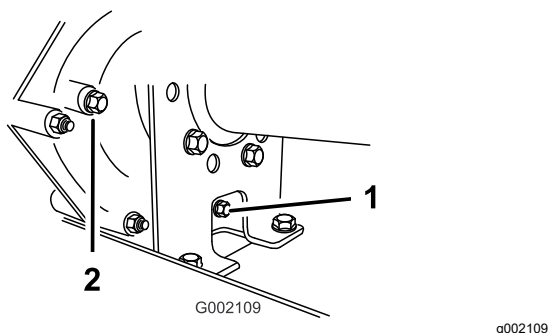
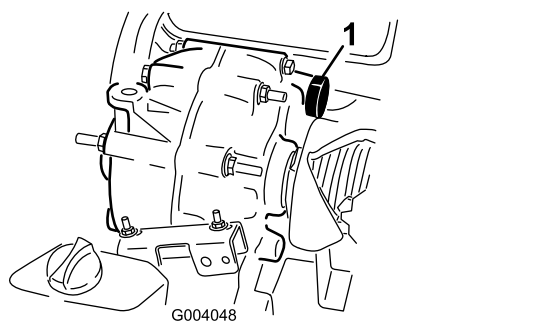

Figura 56
Figura 57
2. tergeți zona din jurul buoanelor de umplere și de golire cu o lavetă (Figura 56).
4. Îndepărtați bușonul de umplere rotindu-l în sens invers acelor de ceasornic (Figura 56).
5. Îndepărtați bușonul de golire rotindu-l în sens invers acelor de ceasornic (Figura 56).
6. Montați și strângeți buonul de golire și garnitura în orificiul buonului de golire al transmisiei (Figura 56).
7. Umpleți rezervorul (Figura 57) prin orificiul de umplere cu aproximativ 1,4 l din lichidul specificat sau până când nivelul lichidului din transmisie ajunge la partea inferioară a filetului. (Figura 56).
8. Montați și strângeți buonul de umplere și garnitura în orificiul buonului de umplere al transmisiei (Figura 56).
10. Verificați nivelul lichidului și adăugați mai mult lichid dacă nivelul este sub filetul orificiului buonului de umplere (Figura 56).